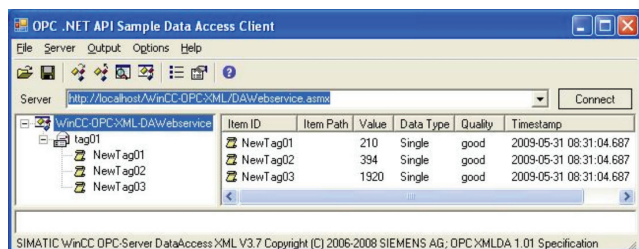

图 15-39 OPC XML Client
- 可以从 OPC 基金会网站上下载客户端程序：OPCDASampleClient.exe。如图 15-39 所示。